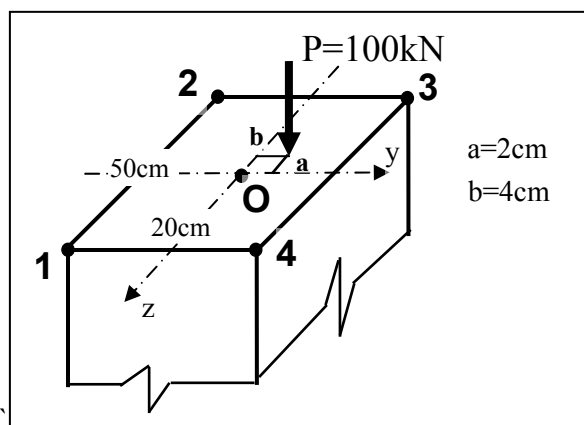

Fig. 7
08) In ce stare de solicitare se afla bara din Fig. 7?
09) Valorile eforturilor din secțiunea transversală a barei din Fig. 7 sunt:
10) Valoarea tensiunii normale din punctul "O" al secțiunii transversale a barei din Fig. 7 este:
11) Care este punctul cel mai sollicitat din secțiunea transversală a barei din Fig. 7?
12) Axa neutra ("n-n" sau "a.n.") a secțiunii transversale a barei din Fig. 7 trece prin: